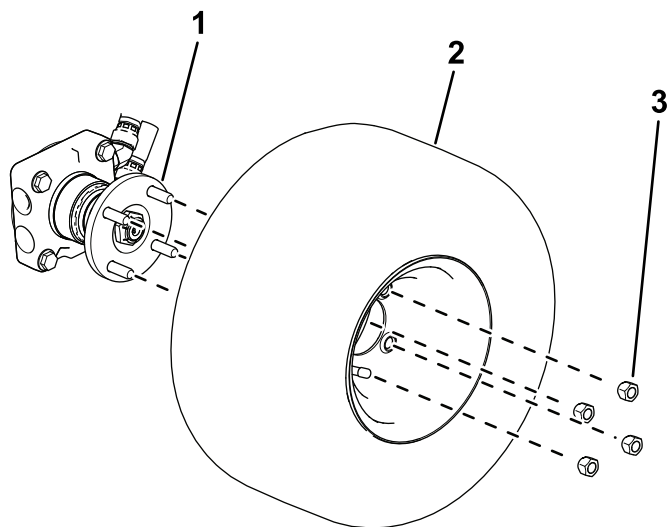

Figura 4
- **Máquinas com tração às quatro rodas:** Utilize 4 porcas de roda para prender a roda ao cubo da roda (Figura 4).